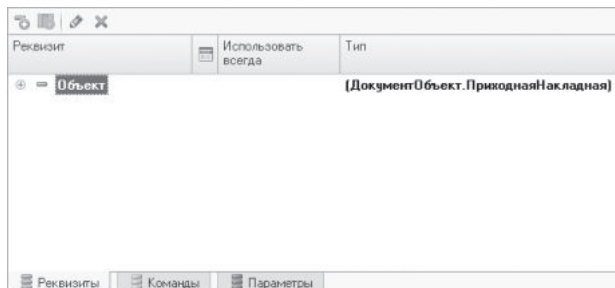
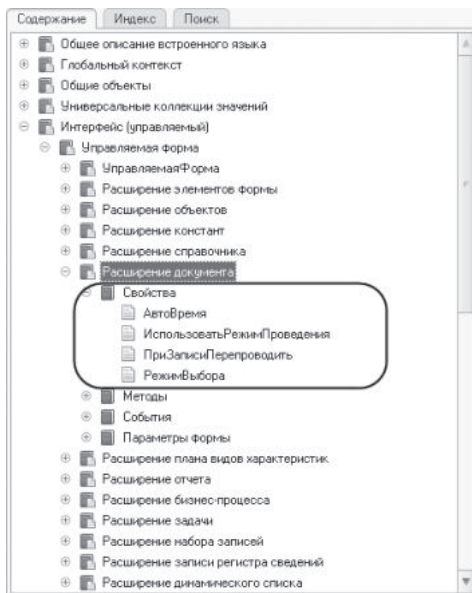

Рис. 5.21. Список реквизитов формы документа «Приходная накладная»
Рис. 5.23. Список свойств объекта «Расширение управляемой формы для документа» в синтакс-помощнике
- Есть ли у формы реквизит `СтрокаТабличнойЧасти`? Откроем форму документа `ПриходнаяНакладная` и перейдем в окно реквизитов формы, расположенное справа вверху редактора форм (рис. 5.21).
- Есть ли у расширения формы свойство СтрокаТабличнойЧасти? Мы знаем, что основной реквизит формы содержит данные объекта ДокументОбъект.ПриходнаяНакладная (см. рис. 5.21). Следовательно, в модуле формы становятся доступны свойства, методы объекта встроенного языка Расширение управляемой формы для документа (синтакс-помощник – Интерфейс (управляемый) > Управляемая форма > Расширение документа). Посмотрим на них (рис. 5.23).